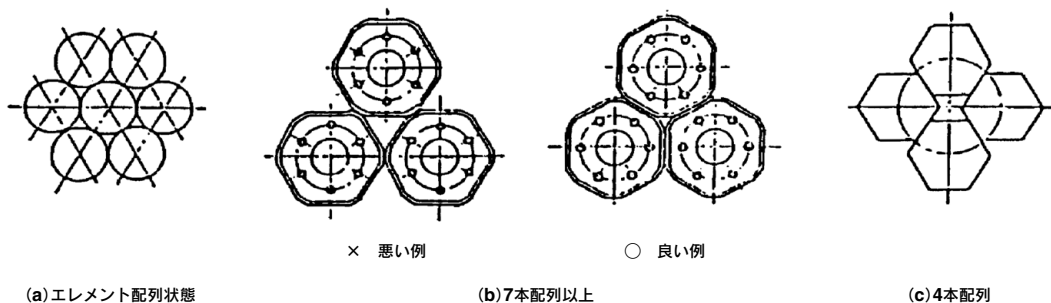

図3
④ELEMENT取付金具は図3の(b)(c)で示すような方法で取込んでください。
注) 図3(b)(c)に示すのは図4のELEMENT取付金具(スプリング、フレ止め、ELEMENTホルダ)の配列状態を示す。